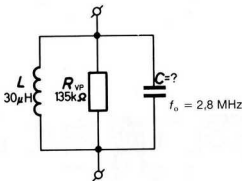

Bild 263
- Der Schwingkreis nach Bild 263 soll durch entsprechende Wahl des Kondensators auf eine Resonanzfrequenz von 2,8 MHz gebracht werden.